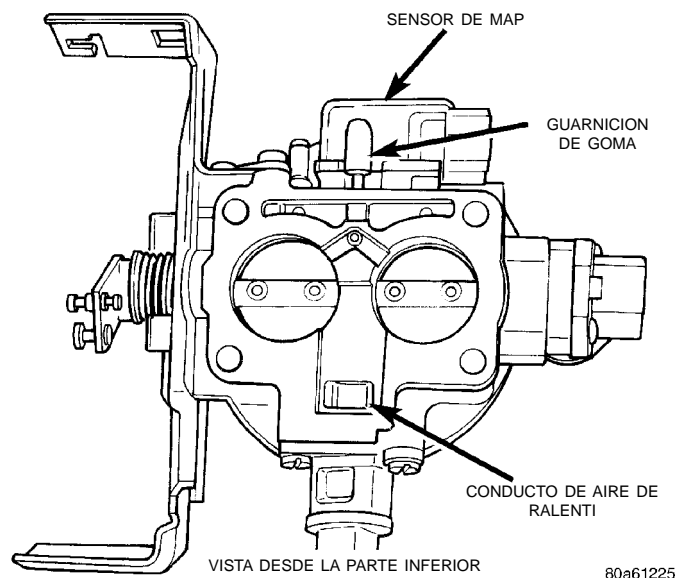

Fig. 74 Guarnición de goma en forma de L del sensor de MAP—Motores de 5.2L/5.9L
guarnición de goma en forma de L para conectar el sensor de MAP al cuerpo de mariposa (Fig. 74).
- (1) Retire el conducto de aire del cuerpo de mariposa.
- (2) Desconecte el conector eléctrico del sensor.
- (3) Retire los pernos (tornillos) de instalación del sensor de MAP (Fig. 74).
- (4) Mientras retira el sensor de MAP, extraiga la guarnición de goma en forma de L de vacío (Fig. 74) del cuerpo de mariposa.
- (5) Retire la guarnición de goma en forma de L del sensor de MAP.